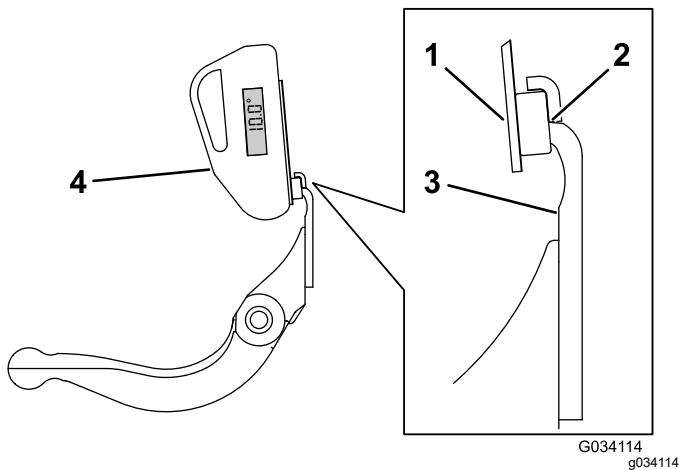

Figure 28
3. Placez le support de l'indicateur d'angle sur le bord de la contre-lame de sorte que le bord de l'aimant s'adapte au bord de la contre-lame (Figure 28).
4. Placez l'indicateur d'angle sur le support, comme montré à la Figure 28.